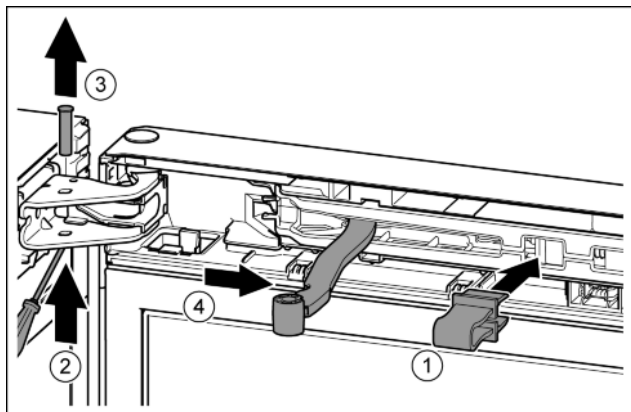

Fig. 10
- ▶ Borging in de opening klikken. Fig. 10 (1)
- ▶ Bout met schroevendraaier eruit schuiven. Fig. 10 (2)
- ▶ Bout vanaf de bovenkant eruit halen. Fig. 10 (3)
- ▶ Scharnier in de richting van de deur draaien. Fig. 10 (4)